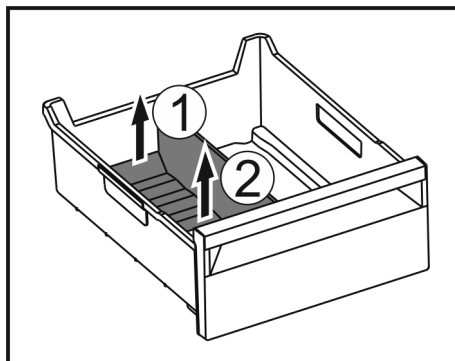

Fig. 213
- Ngrini lart pjesën e pasme të ndarësit të sirtarit të akullit. Fig. 213 (1)
- Hiqni ndarësin e sirtarit të akullit nga lart. Fig. 213 (2)